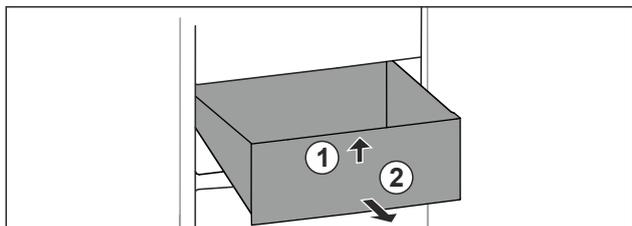

Fig. 16
- ▶ Приподнимите выдвижной ящик спереди. Fig. 16 (1)
- ▶ Извлеките выдвижной ящик движением вперед. Fig. 16 (2)